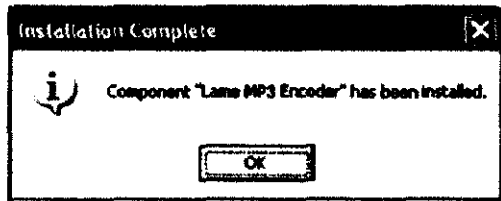
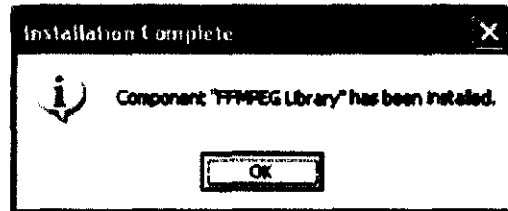

Figura 3
Figura 4
2. El CD se ejecutará automáticamente y empezará a instalar dos componentes: "Lame MP3 Encoder" que puede ver en la **Figura 3** y "FFMPEG Library" que aparece en la **Figura 4**. Pulse "OK" en los dos casos para ir al siguiente paso.